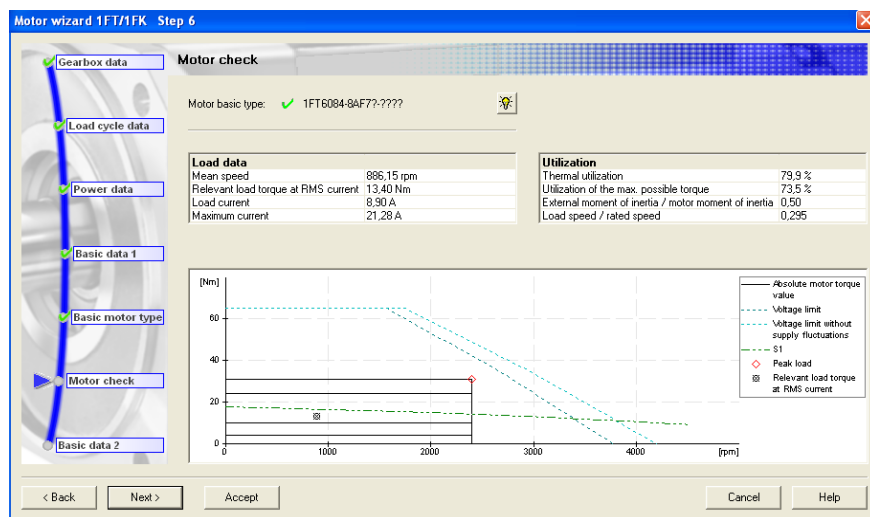

Figura 3.2.68 “Motor check”
Paso 6 *Motor check* (figura 3.2.68): en este paso la ventana muestra como se puede observar en la parte superior de la figura 3.2.68 la correcta elección del motor, en este caso con el icono .